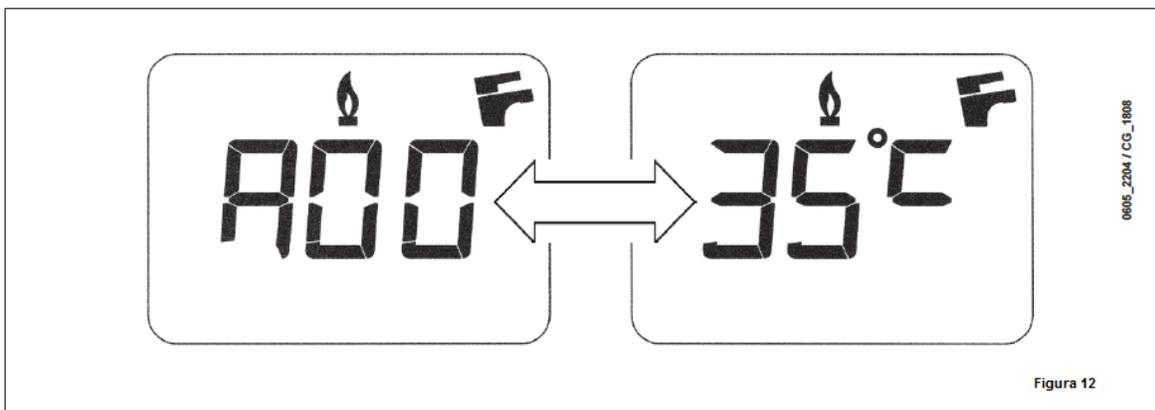

Figura 12
N.B .: cuando se habilita la función "INFO", en la pantalla aparece el mensaje "A00" alternando con la temperatura de suministro de la caldera (figura 12):